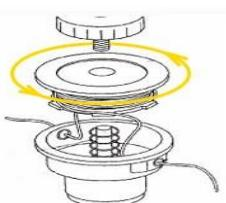

Рисунок 3
- намотайте жилку на шпулю в напрямку, зазначеному стрілкою (рис.3), спідкуючи за тим, щоб кожен відрізок жилки знаходився у своєму відділенні;